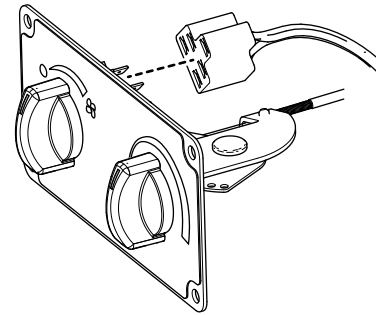

Bild 9
10. Stecken Sie den 5-poligen Stecker des Kitkabelbaums in die Rückseite des Luftstromschalters (**Bild 9**).